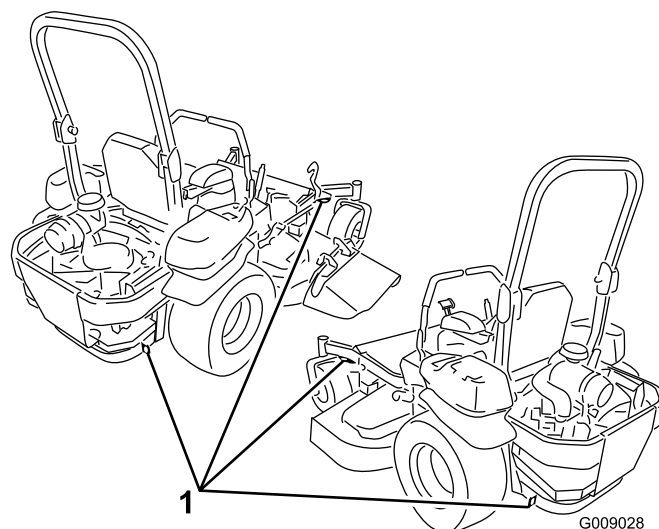

Figure 39
5. Servez-vous des points d'attache en métal de la machine pour arrimer solidement la machine sur la remorque ou le véhicule utilitaire avec des sangles, des chaînes, des câbles ou des cordes (Figure 39).